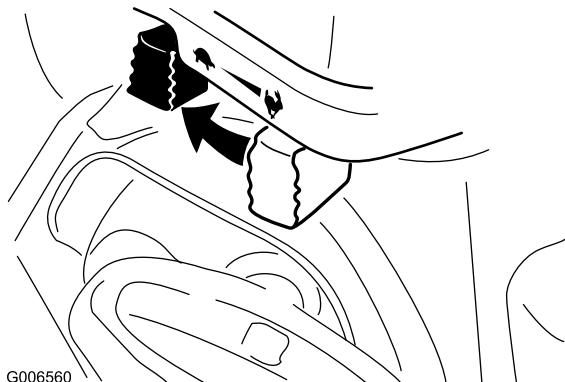

Figura 24
1. Portate l'acceleratore in posizione Slow e quindi in posizione Stop (Figura 24).